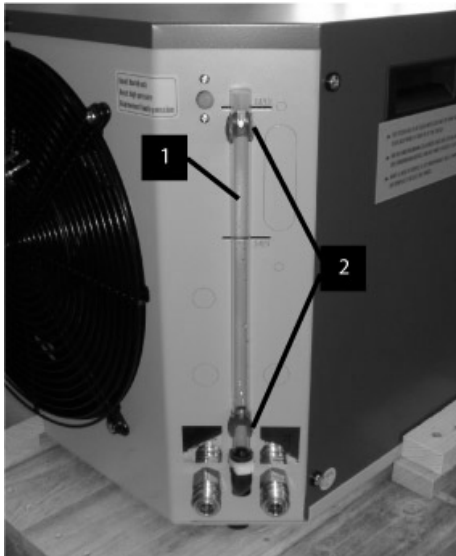
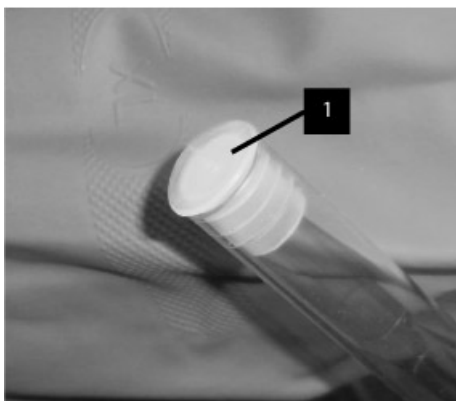

Abb. 48
Abb. 49
2. Die Anlage muss mittels Füllstandsanzeige (Abb. 48/1) entleert werden.
Dafür muss die Füllstandsanzeige vorsichtig aus den Befestigungsschellen (Abb. 48/2) entnommen werden.
3. Die Kappe (Abb.49/1) von der Füllstandsanzeige (Abb. 48/1) muss entfernt werden.
5. Nach Entleerung der Anlage muss die Kappe (Abb. 49/1) der Füllstandsanzeige wieder aufgesetzt werden.
Die Füllstandsanzeige muss an ihrer ursprünglichen Position in die Befestigungsschellen (Abb. 48/2) vorsichtig wieder eingesetzt werden.